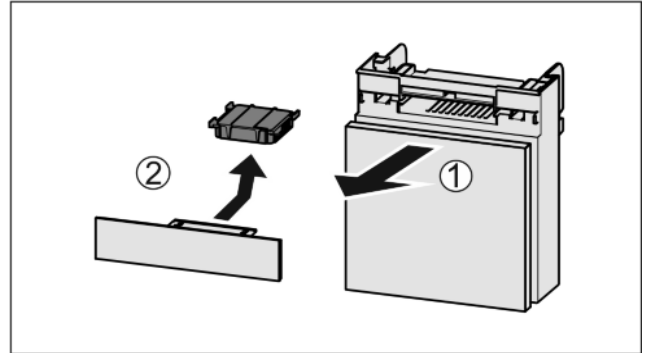

Fig. 49
- ▶ Extraiga Fig. 49 (1) el compartimiento hacia adelante.
- ▶ Retire Fig. 49 (2) el filtro de carbón activado.